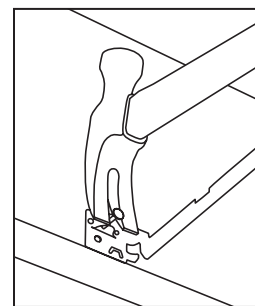

Figura 5
**Reubicar el Accesorio** – El clavo puede ser removido con un martillo de garra para permitir una fácil reubicación del accesorio, sin dañar la barra colgante o el clavo (Figura 5).